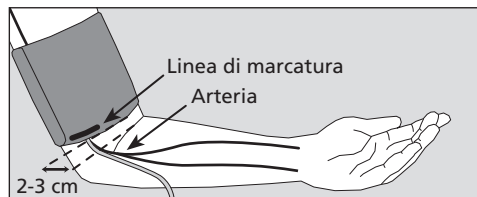

Fig. 3
➔ Spingere il bracciale aperto ad anello sul braccio, fino a che il margine inferiore del bracciale venga a trovarsi circa 2-3 cm sopra la piega del gomito. Il bracciale deve essere posizionato in modo tale che la linea di marcatura venga a trovarsi sopra l'arteria (vedere Fig. 3).
**⚠** Non posizionare **mai** l'anello metallico sopra l'arteria (vedere Fig. 3); in caso contrario, i valori pressori possono risultare falsati.